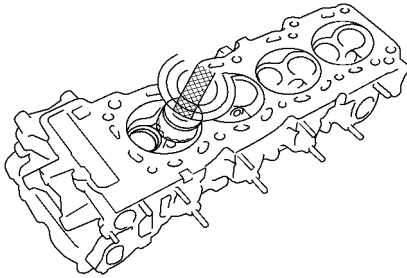

图 1-41 修磨气门座
1) 使用 45°硬质合金刀修磨气门座。只切除多余的金属以清洁气门座，如图 1-41 所示。